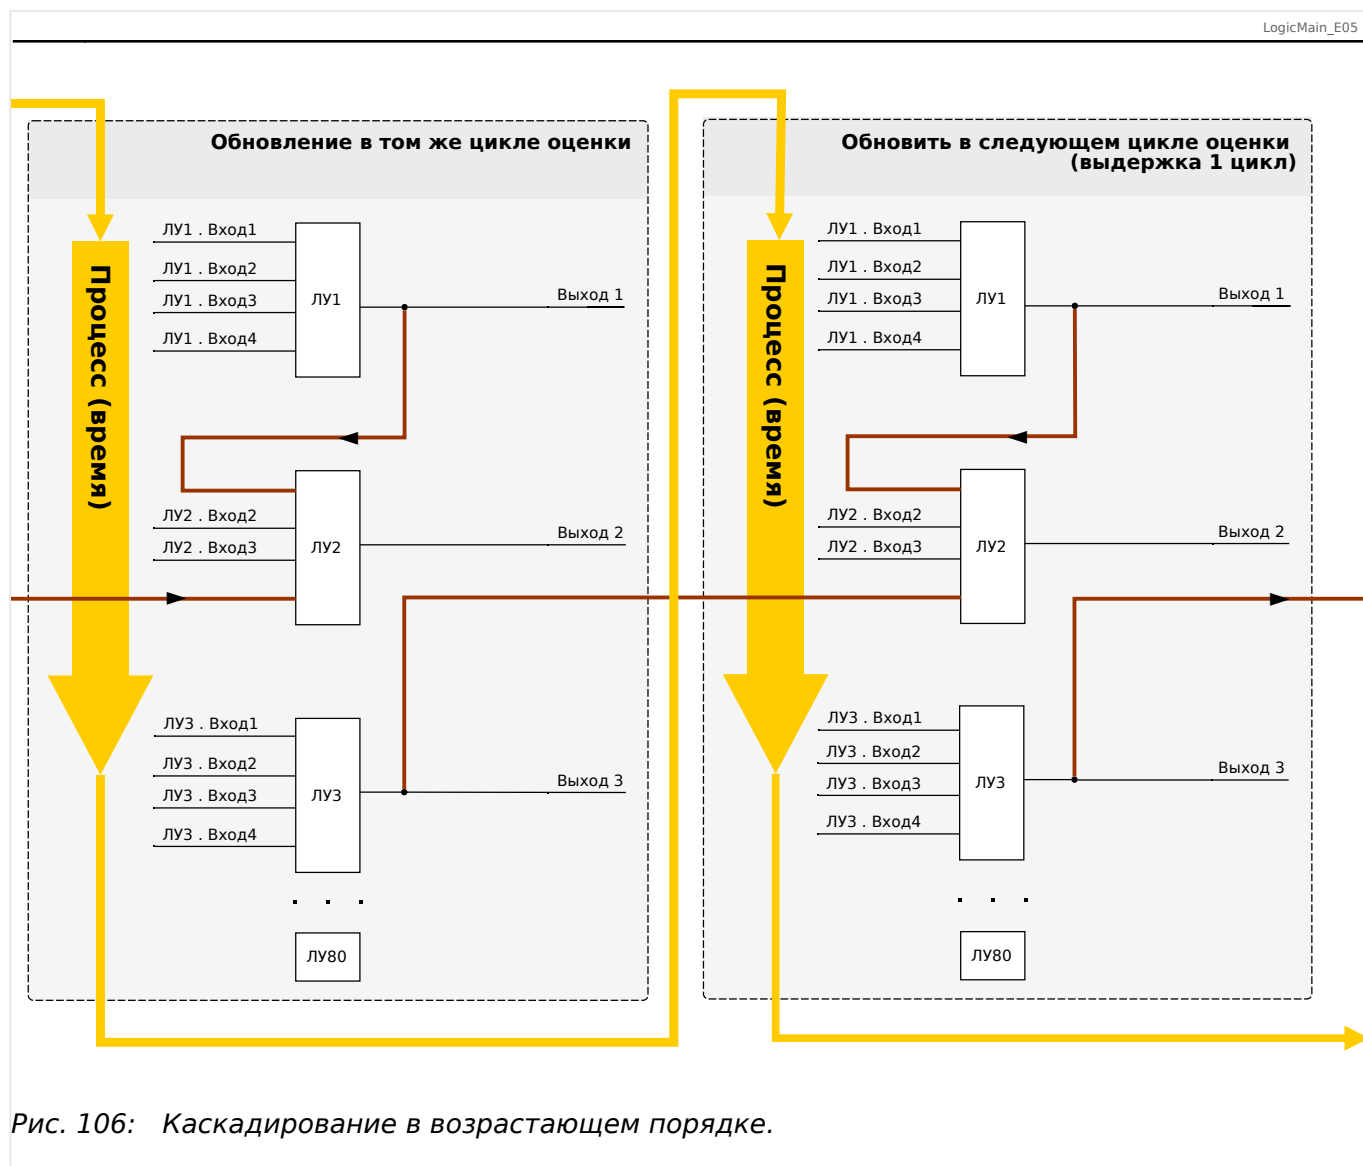

Рис. 106: Каскадирование в возрастающем порядке.
- **Нисходящая** последовательность означает, что некий выходной сигнал поступает на вход одного из логических уравнений с **меньшим** номером. На графике  **Рис. 106** приводится пример, когда результат логического уравнения ЛУ3 используется в качестве входного сигнала для логического уравнения ЛУ2.
И возрастающий, и убывающий порядки можно не только использовать, но и комбинировать, при этом разница будет заметна не сразу. Однако, как показано в разделах  **Рис. 105** и  **Рис. 106** ниже, благодаря определению состояний всех уравнений в возрастающем порядке фактические рабочие значения, поступающие на вход любого из них, будут иной степени зрелости.
В представленном выше примере  Рис. 106 для «логического уравнения 2» используются состояния выходов двух других уравнений — «логического уравнения 1» и «логического уравнения 3». Результат «логического уравнения 1» используется в возрастающем порядке и, следовательно, определен в ходе того же рабочего цикла. Результат «логического уравнения 3» используется в убывающем порядке и, следовательно, определен в ходе предыдущего рабочего цикла.